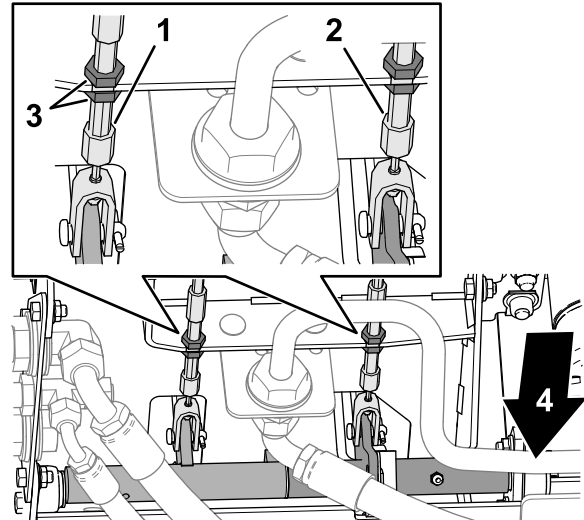

Figura 113
3. Afloje la contratuerca delantera del extremo roscado del cable de freno (Figura 113).